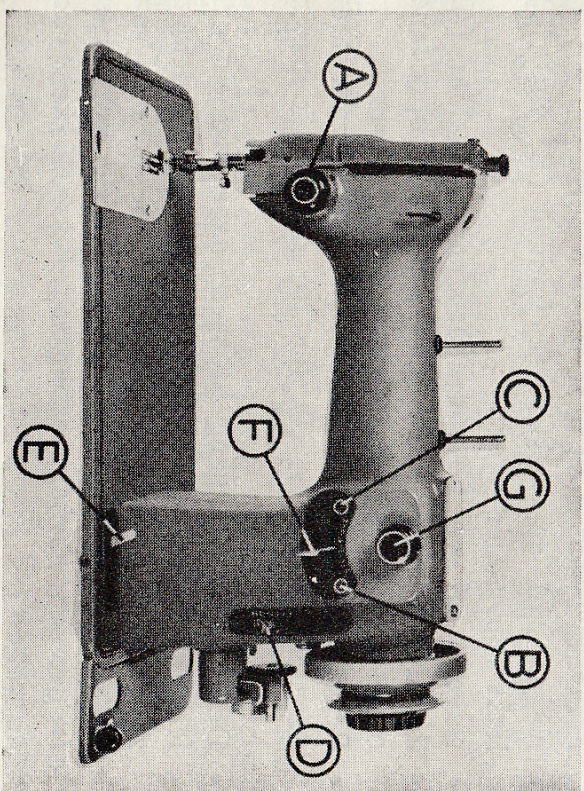

Fig. 10
Om een renderend gebruik te kunnen maken van de Kl. 46, is het noodzakelijk zich vertrouwd te maken met de voornaamste onderdelen van deze machine op fig. 10, nl.:
- Zet de zigzagsteekbreedteregelaar (F, fig. 10) op het nulpunt der schaal.
- Plaats de instelknop voor linkse-midden-rechtse naalduitslag (C, fig. 10) op een der drie standen. Het is alleszins wenselijk de knop op de stand «midden» te plaatsen.
- Nagaan of de verstelbare handel (E, fig. 10) links (op naaien) staat.
- Nagaan of de bovendraadspanningsregelaar (A, fig. 10) geregeld is volgens de reeds opgedane ondervinding voor het werk dat men uitvoert.
- Regel de steeklengte. Voor gewoon naaiwerk staat de steekstellerhevel (D, fig. 10) gewoonlijk tusschen 1 en $1\frac{1}{2}$.
- De verstelbare handel (E, fig. 10) naar rechts brengen.
- De bovendraadspanning regelen. De steekstellerhevel (D, fig. 10) op nul plaatsen (wat niet volstrekt noodzakelijk, doch wel aan te raden is).
- Zie na of de verstelbare handel (E, fig. 10) links staat.
- Zie na of de instelknop (G, fig. 10) op middenstand staat. (Deze knop kan in drie standen geplaatst worden: rechts-midden-links. Wanneer de zigzagsteekbreedteregelaar (F, fig. 10) op nul staat, bemerkt men dat de naald midden in de naivoet insteekt als de instelknop in stand «midden» gebracht wordt. Wordt de instelknop naar links gedraaid, dan steekt de naald rechts in, wordt de instelknop naar rechts gedraaid, dan steekt de naald links in).
- Gebruik de zigzagsteekbreedteregelaar (F, fig. 10) om de breedte van de zigzag de regelen.
- Eens de zigzagsteekbreedteregelaar naar links verplaatst, zullen de zigzagsteken korter op elkaar volgen naarmate de steekstellerhevel (D, fig. 10) dichter het nulpunt benadert.
- Men begint te controleren of de draadspanning te gering is, door na te gaan of het merkteken van de bovendraadspanningsregelaar (A, fig. 10) aan deze zijde van het merkteken van de bovendraadspanningsknop is. Indien dit niet het geval is, draait men de regelaar tot zijn merkteken een weinig dit van de bovendraadspanningsknop voorbij is. Dan controleert men de naad opnieuw. Ingeval de bovendraad nog zichtbaar is aan de onderkant van de stof, moet men de spanning van de spoel verminderen door zorgvuldig de kleine vijs van de spanningsveer op de spoelhuus naar links te draaien. Het zal nochtans zelden voorkomen dat de spanning van de onderdraad zal dienen veranderd te worden, want de spoel van de klas 46 is geregeld voor alle normaal naaiwerk.
- De instelknop (G, fig. 10) voor linkse-midden-rechte naald-uitslag in het midden plaatsen.
- De zigzagsteekbreedteregelaar (F, fig. 10) op 4 tot 5 plaatsen.
- De steekstellerhevel (D, fig. 10) op 1 ½ tot 2 plaatsen.
- De verstelbare handel (E, fig. 10) op naaien plaatsen.
- Plaats de instelknop (G, fig. 10) in het midden.
- De zigzagsteekbreedteregelaar (F, fig. 10) op 5.
- De steekstellerhevel (D, fig. 10) op 4.
- De verstelbare handel (E, fig. 10) op naaien.